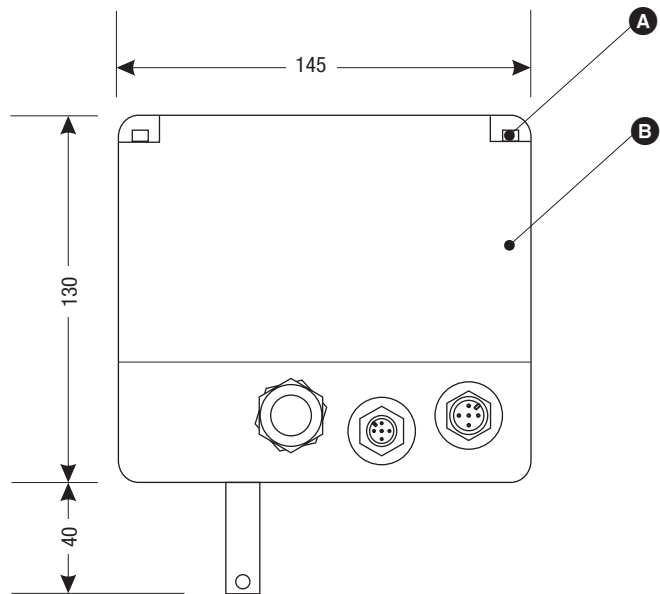

Fig. 2
- A** Kreuzschlitz-Haubenschrauben **Fig. 2**
- B** Haube **Fig. 2**